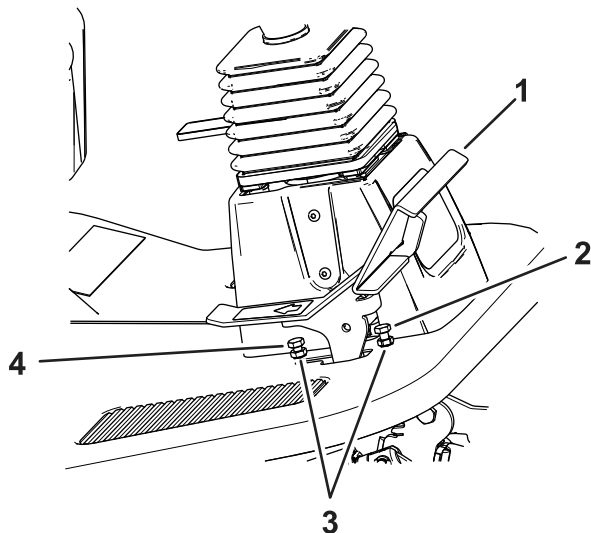

Figure 79
1. Poussez complètement la pédale de déplacement en avant (Figure 79).
- A. Avec une clé, bloquez la butée de marche avant de la pédale de déplacement et desserrez l'écrou de blocage au dos du support (Figure 79).
- B. Amenez la pédale de déplacement à la position voulue (Figure 79).
- C. Ajustez l'écrou de blocage au dos du support jusqu'à ce que la butée de la pédale de déplacement touche la pédale (Figure 79).